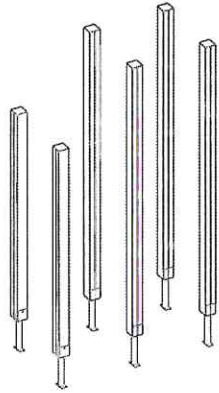
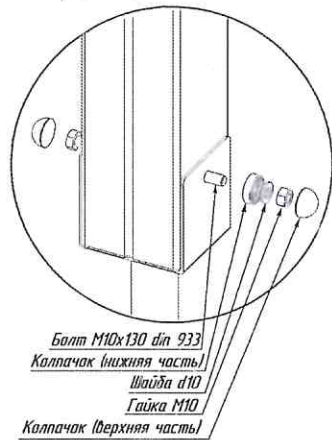

Рисунок 5
Рисунок 6
1. Установить на основание деревянных столбов металлические подпятники, аккуратно просверлив монтажные отверстия для болтов, если требуется (см. рис.5). Подпятники крепить при помощи болтов М10х130 + шайба+ гайка+ пласт. колпачки (см. рис. 6).